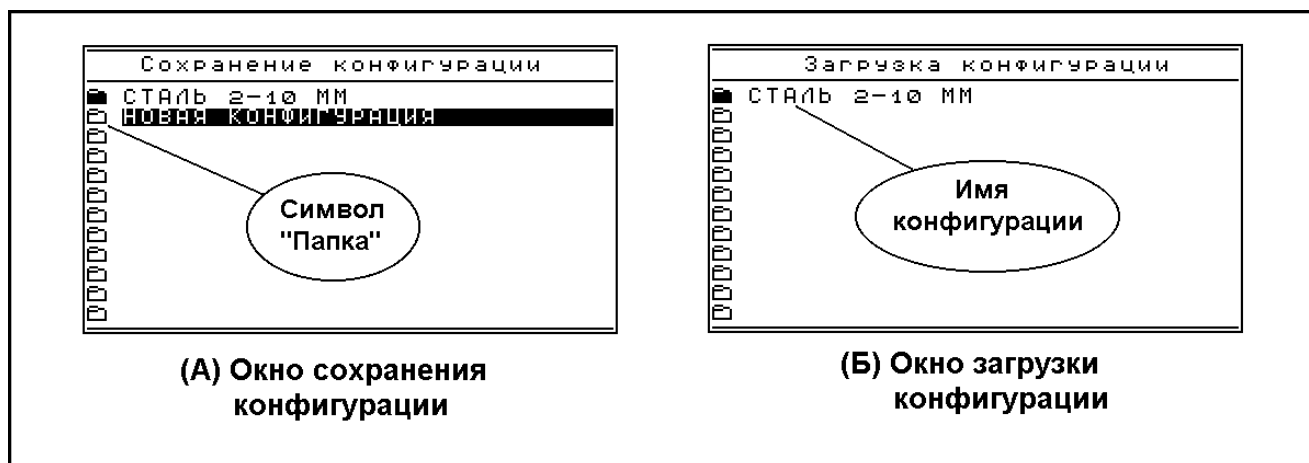

Рис. 4.9. Сохранение и загрузка конфигурации.
**Шаг 2.** Клавишами  или  выберите раздел "Сохранение конфигурации" и нажмите . Прибор перейдет в режим сохранения конфигурации (рис. 4.9 (А)).
**Шаг 2.** Клавишами  или  выберите раздел "Загрузка конфигурации" и нажмите . Прибор перейдет в режим загрузки конфигурации (рис. 4.9 (Б)).